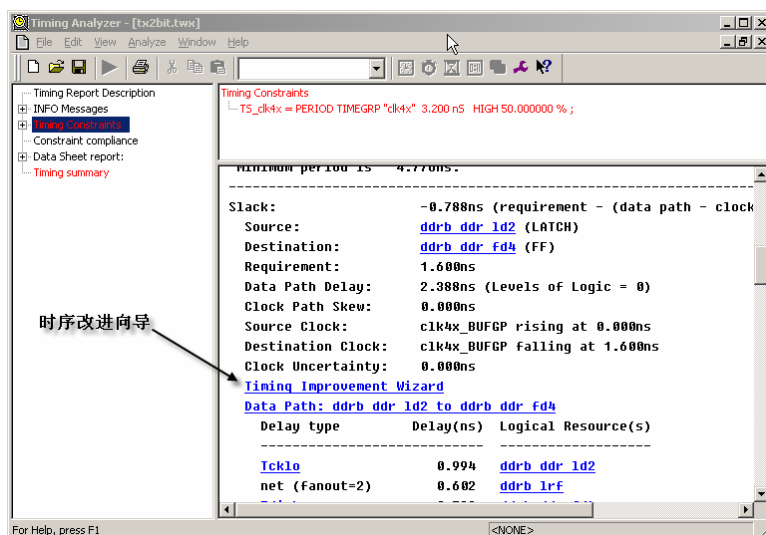

图6-29 时序分析窗口
10. 点击左侧红色部分右侧文件跳转，如图 6-29 所示，可以通过时序改进向导帮